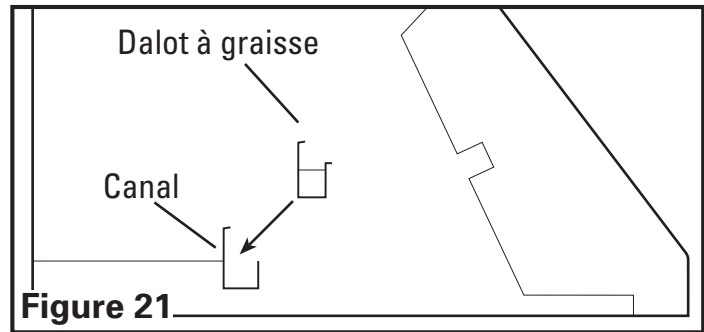

Figure 21
2. Si le dalot à graisse rétractable compris n'est pas déjà installé dans la hotte, l'insérer dans le canal intérieur arrière de la hotte. Assurez-vous que le côté le plus long du dalot fait face vers l'arrière de la hotte (Figure 21).